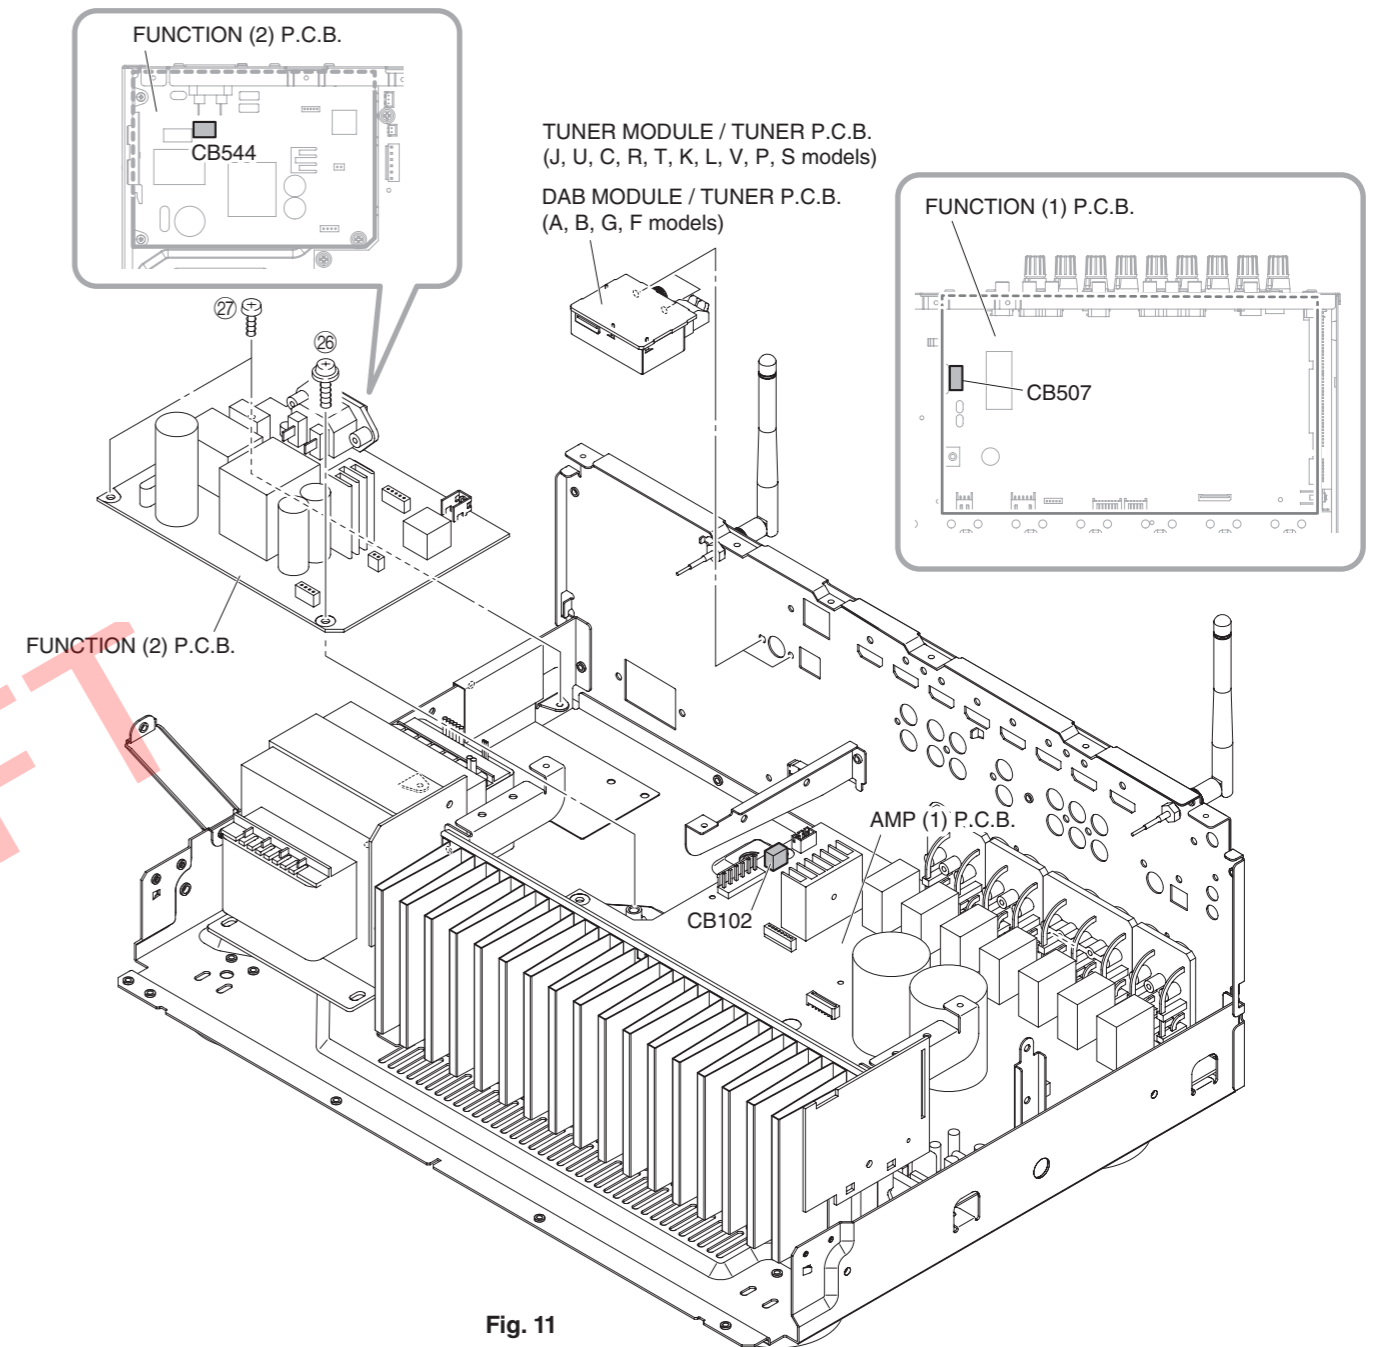

Fig. 11
- When remove the TUNER P.C.B. before removing the FUNCTION (1) P.C.B, disconnect CB507. (Fig. 11)
- Remove the TUNER MODULE / TUNER P.C.B. (Fig. 11)
8. Removal of FUNCTION (2) P.C.B.
- Remove screw (26) and 2 screws (27). (Fig. 11)
- Disconnect CB102 and CB544. (Fig. 11)
- Remove FUNCTION (2) P.C.B. (Fig. 11)
- FUNCTION (1) P.C.B を外す前に TUNER P.C.B. を外す場合は、CB507 を外します。 (Fig. 11)
- TUNER MODULE / TUNER P.C.B. を外します。 (Fig. 11)
8. FUNCTION (2) P.C.B. の外し方
- 26 のネジ 1 本、27 のネジ 2 本を外します。 (Fig. 11)
- CB102、CB544 を外します。 (Fig. 11)
- FUNCTION (2) P.C.B. を外します。 (Fig. 11)